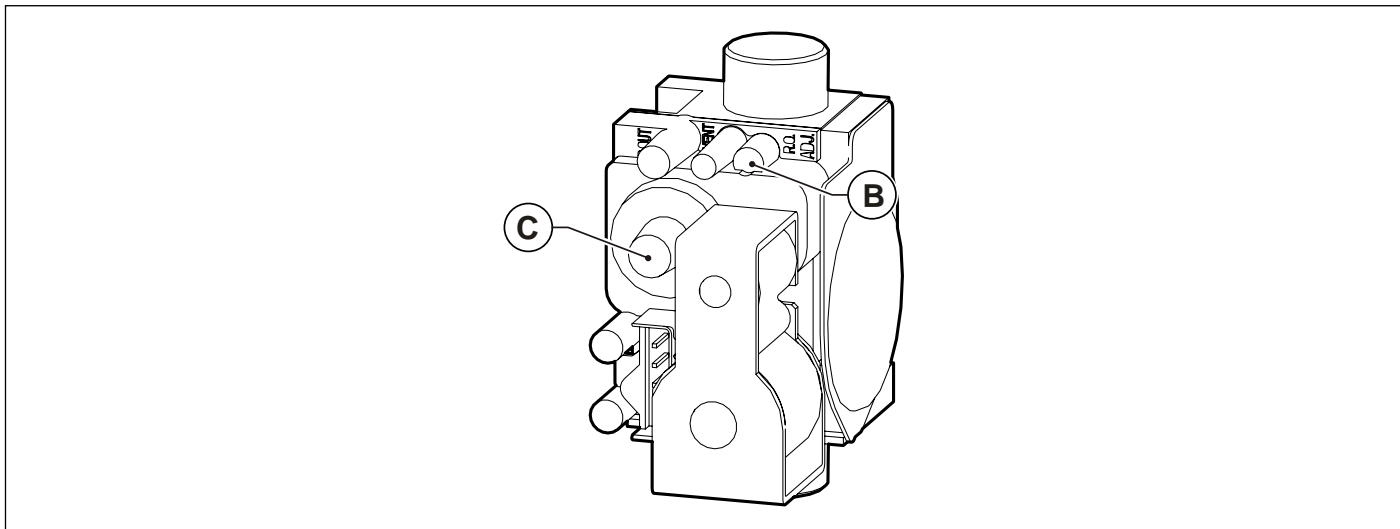

Fig. 36 Regulación valor anhídrido carbónico
- Regular el valor del anhídrido carbónico (CO2) en los humos girando el regulador de relación **B** (ver Fig. 36 Regulación valor anhídrido carbónico) y asegurarse de que no supere los límites de la Tab. 10 Límites configurables para los parámetros TSP y valores por defecto en función del tipo de caldera (TSP0) - I en la página 54. Dejar la caldera en modalidad deshollinado y continuar en el paso siguiente de ajuste a la potencia mínima.
- Regular el valor del anhídrido carbónico (CO2) en los humos girando el regulador de offset **C** (ver Fig. 36 Regulación valor anhídrido carbónico) y asegurarse de que no supere los límites de la Tab. 16 Valores de CO2 en los humos.